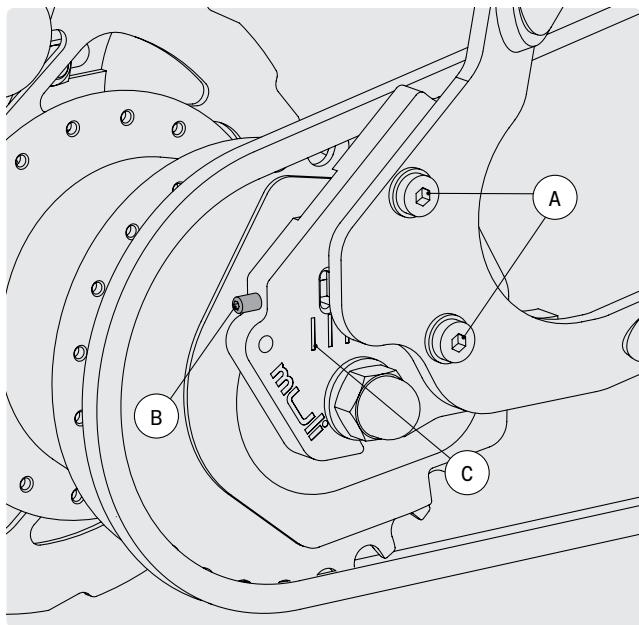

FIG. 48
- 1 Desserrez les deux vis à six pans creux M6 A du logement des pattes à l'aide d'une clé Allen de 5 (Fig. 48).